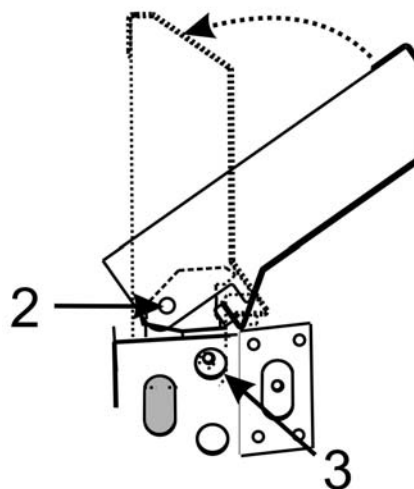

Figure 4 : Mise en place du dossieret bas 2
10. Faites pivoter le dossieret bas pour le mettre en position verticale tout en alignant le trou 2 dans le dossieret bas avec le trou 3 des deux côtés de la cuisinière (voir Figure 4).